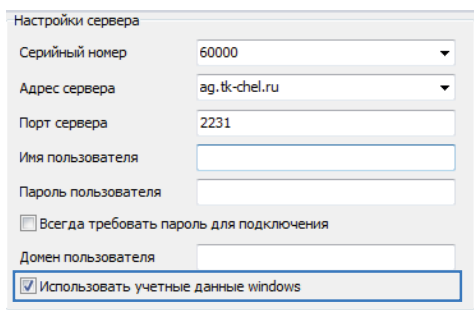

Рис.94. Доменная аутентификация от имени текущего пользователя Windows.
2. Для выполнения доменной аутентификации от имени текущего пользователя необходимо (Рис.94):